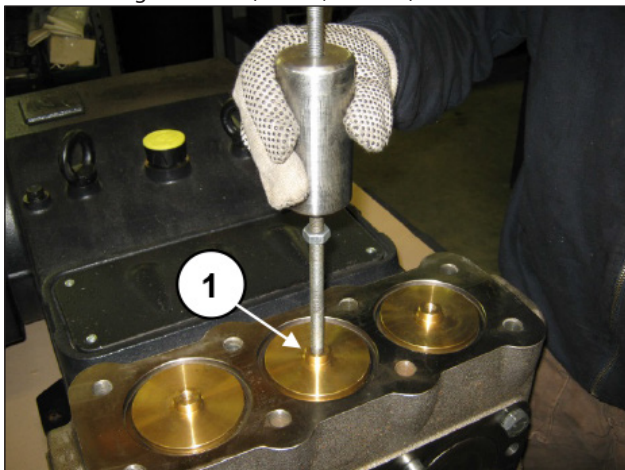

Abb. 90
- B) Entfernen Sie die Ventilkappen mithilfe eines Abziehers mit Schlagwerk M10 (Pos. ①, Abb. 90).